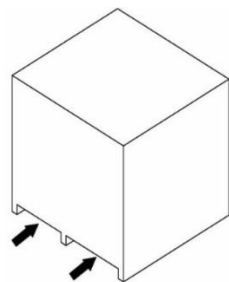

Figura 2-4
4. Inserte las horquillas en los puntos designados (ver figura 2-4).